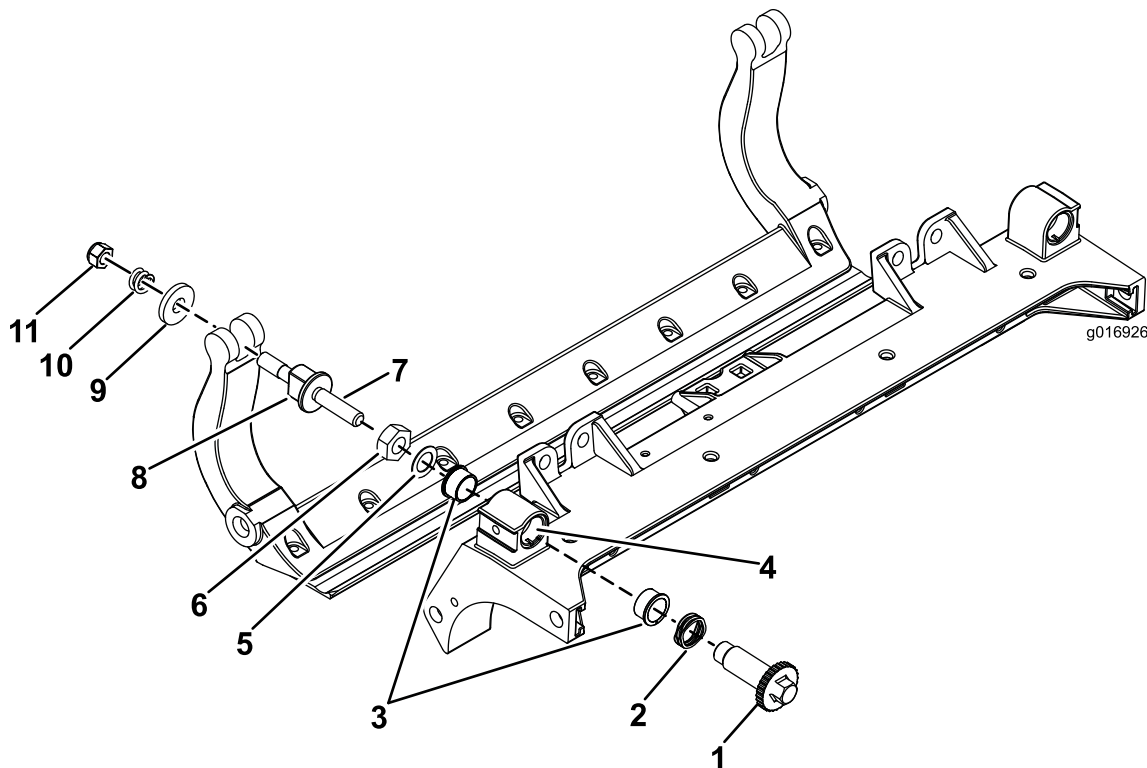

图 33
1. 拆除所有零件请参阅 HD DPA 套件 安装说明 和 图 33。
2. 将防粘剂涂抹到滚刀组中心机架 图 33 的轴套区内侧。
3. 将凸缘轴套上的键与机架的槽对准然后安装轴套 图 33。
4. 将一个波形垫圈安装到调节器轴上然后将调节器轴滑入滚刀组机架中的凸缘轴套内 图 33。
5. 使用扁平垫圈和锁紧螺母固定调节器轴 图 33。
12. 在两个尼龙垫圈的外侧各放一个钢垫圈 图 33。
- 注意** 内侧的垫圈可能有空隙 图 33。
15. 旋紧每个底刀架调节器总成上的螺母直到加压弹簧完全压缩然后往回松开 ½ 圈 图 33。